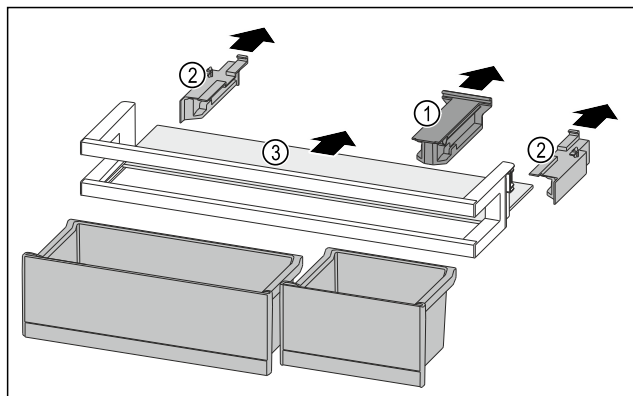

Fig. 119
- Trekk av holdedelen Fig. 119 (1).
- Trekk av sidedeler Fig. 119 (2).
- Fjern oppstillingsplassen Fig. 119 (3).